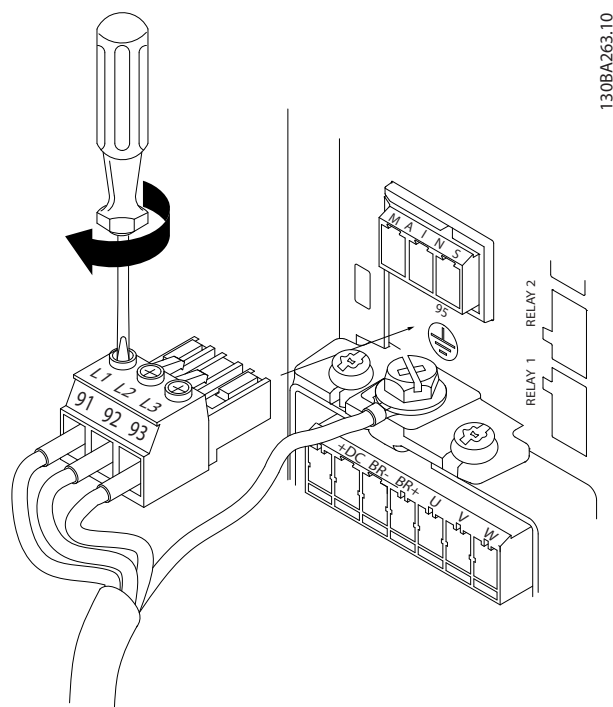

图 3.10 安装主电源插头
3. 将主电源电缆插入主电源插头，拧紧螺钉，如图 3.10 所示。